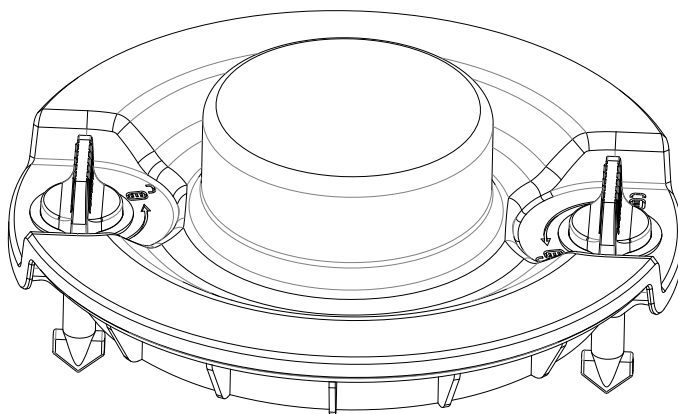

图 5.4 12 × 5 ml 固定架
1.4) 12 × 5 ml 固定架外形如图 5.4 所示。